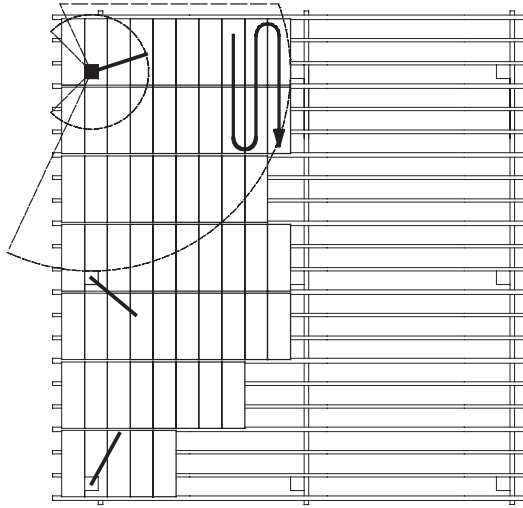

Figure 36. *Processus de pose de plancher après changement de point d'ancrage.*
4. Raccordez-vous à un ancrage SkyReach adjacent et continuez en recouvrant les espaces accessibles depuis cet ancrage. Voir la Figure 36. Répétez la procédure en vous raccordant aux ancrages positionnés sur les autres colonnes pour recouvrir tout le plancher.